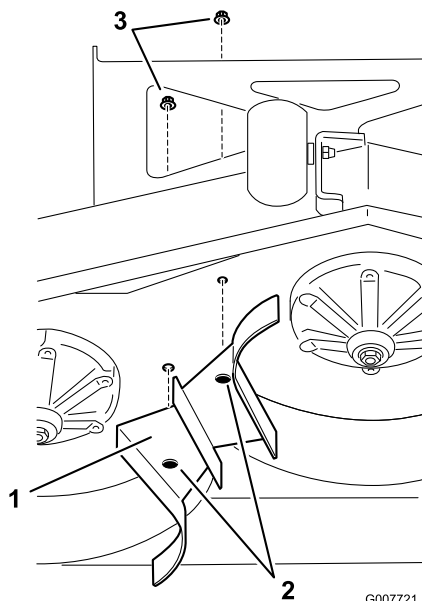

Bild 24
1. Entfernen Sie die zwei Schlossschrauben und Sicherungsmuttern, mit denen das mittlere Mulchablenkblech am Mähwerk befestigt ist (Bild 24).